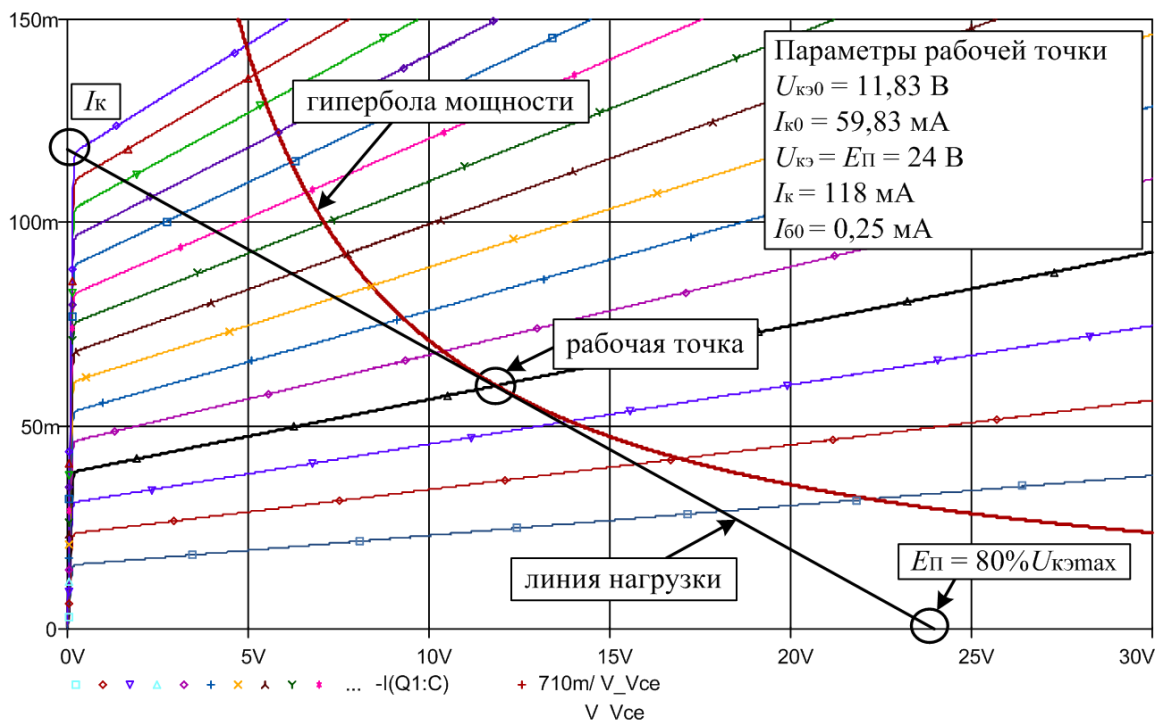

Рис. 53. Семейство выходных характеристик транзистора
10. Изменяя параметры второстепенной переменной (источник **Ib**), масштабируя графики и при необходимости корректируя нагрузочную линию привести построение к примерному виду – рис. 53 – показан пример выходных характеристик, нагрузочной линии и гиперболы мощности.